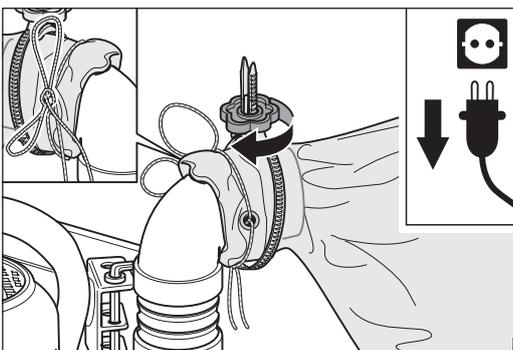

Abb. 6 Den MultiClip handfest anziehen und den Staubsaack zubinden.
- 5 Ziehen Sie den MultiClip handfest an, wobei sich der Staubsaack unter dem MultiClip nicht in Falten legen darf. Binden Sie den Staubsaack zusätzlich mit der Kordel zu (Abb. 6).